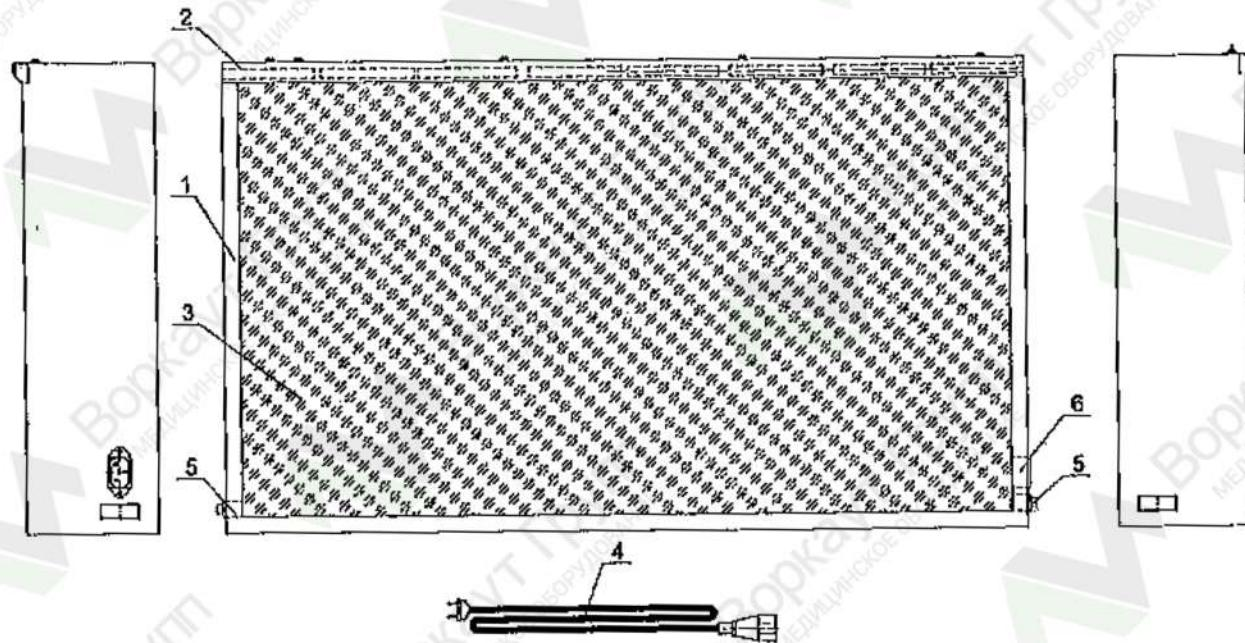

Рис.1 Общий вид
5.1 Негатоскоп (рис.1) состоит из корпуса 1, планки прижимной 2, просмотрового экрана 3, сетевого шнура 4. Внутри корпуса расположено электрооборудование и кольцевая лампа. На боковых стенках корпуса расположены переключатели 5 (включение/выключение ламп) и сетевой штекер 6 для присоединения сетевого шнура 4.